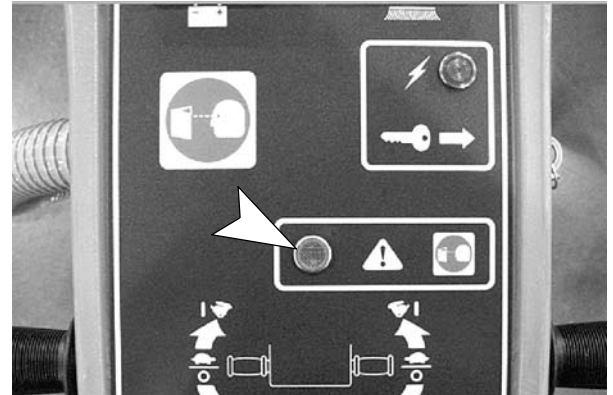

FIG. 13
1. Votre machine est équipée d'un voyant des balais de charbon qui s'allume quand il est nécessaire de remplacer les balais de charbon du moteur du système d'entraînement du patin (Figure 13). Voyez le paragraphe ENTRETIENS A EFFECTUER TOUS LES TROIS MOIS.